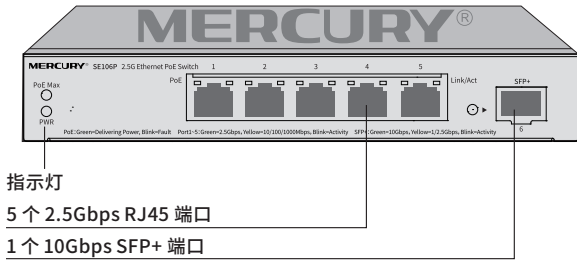

图 2-3 SE106P 前面板示意图
4. 用螺钉将 L 型角铁固定在机架两端固定的导槽上，确保交换机稳定、水平地安装在机架上，如图 2-3 所示。